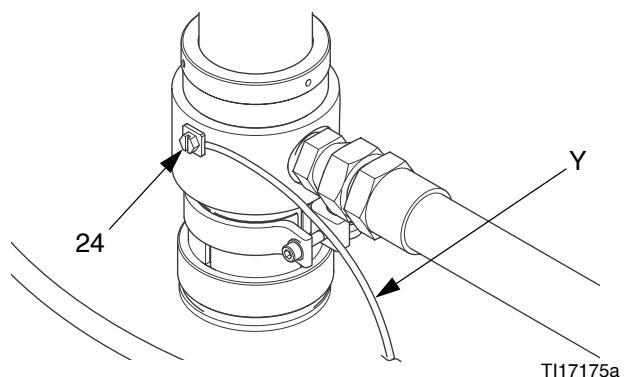

Рис. 9
- Насос: подсоедините провод заземления (Y) к заземляющему винту (24) и надежно затяните винт. См. Рис. 9. Подсоедините другой конец провода к грунтовому заземлению. Обеспечьте соответствие всем